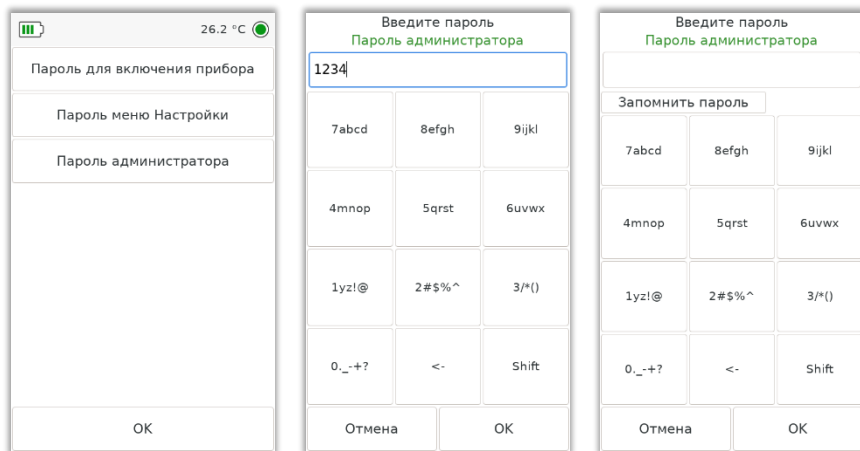

Рисунок 34 Окно меню Безопасность, установка и проверка пароля для доступа к настройкам
Кнопка «Безопасность» переводит в меню задания пароля на разные действия с прибором. Возможны следующие варианты: пароль для включения прибора, пароль меню Настройки, пароль администратора (Рисунок 34).
5.7.9.4. На экране проверки пароля можно выбрать «Запомнить пароль» до перезагрузки спектрометра (Рисунок 34). Если кнопка «Запомнить пароль» не нажата, то прибор будет запрашивать пароль каждый раз при попытке выполнения запароленного действия.